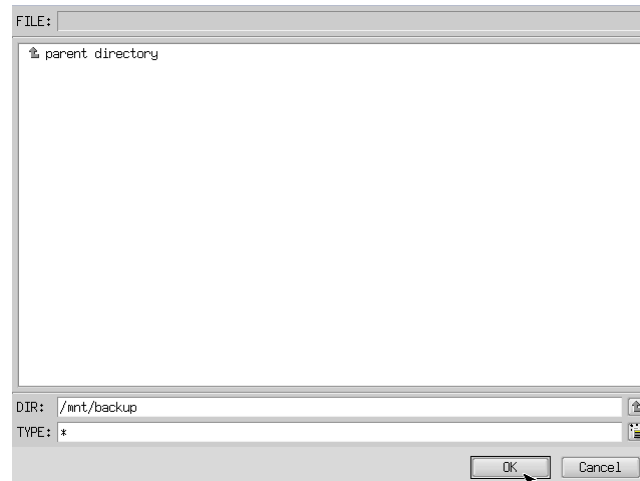

図 5-3-4. フォルダ参照画面
- ⑧ フォルダ参照画面（図 5-3-4）が表示されます。②で接続したパーティションは、/mnt にマウントされるので、/mnt 以下のフォルダを選択してください。[OK]を押すとフォルダ選択画面にもどります。